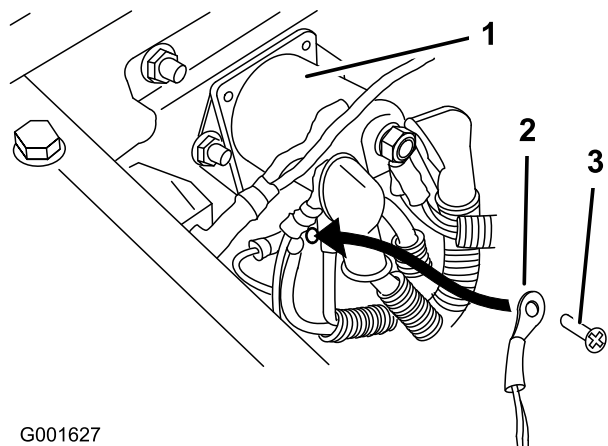

**Figura 19**
1. Sotto il pavimento, collegate i due morsetti a connessione rapida sull'avvisatore acustico (Figura 19).
2. Collegate il connettore del contattore del freno al nuovo contattore del freno (Figura 19).
3. Collegate il nuovo cablaggio al connettore del vecchio contattore del freno (Figura 19).